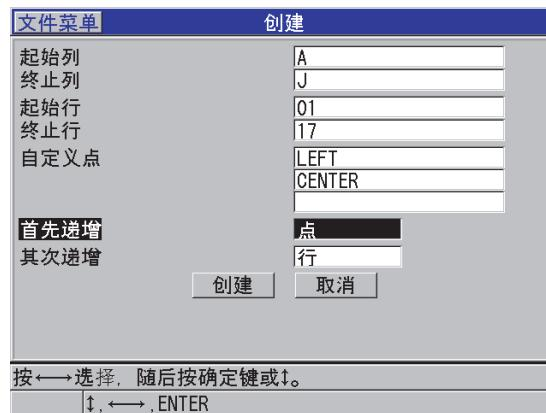

图 11-11 配置带自定义点的 2D 栅格数据文件类型的 ID 范围
3. 在创建屏幕的第二页中 (参见第 181 页的图 11-11):